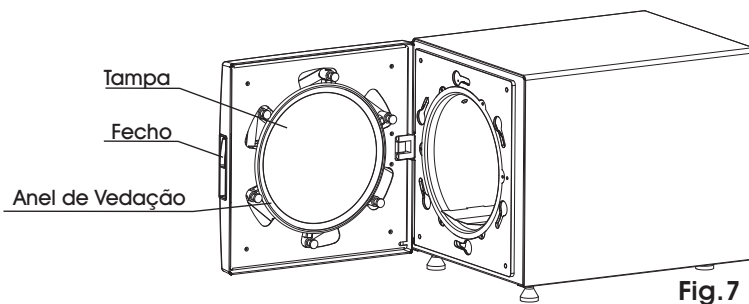
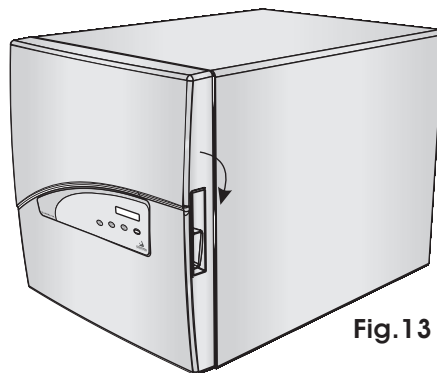

Fig.7
Fig. 13
- 4▶ **TAMPA** - Encontra-se atrás do painel, produzida em aço inoxidável 304, é responsável por fechar a câmara da autoclave (Fig. 7, pág.11).
- 8▶ **FECHO** - Localizado na lateral direita do painel da autoclave (Figs. 7 e 8, pág.11). É utilizado para abrir, fechar e travar a porta da autoclave (conjunto painel/tampa). Para verificar a posição correta do fechamento consulte a Fig.13 (Pág. 15).
- b▶ Feche a porta da autoclave. Para fechá-la corretamente, pressionando-a contra a câmara (cuba), mova o fecho para baixo até o final do curso (Fig.13, pág.15). Para a abertura da autoclave repita o mesmo procedimento de modo inverso.